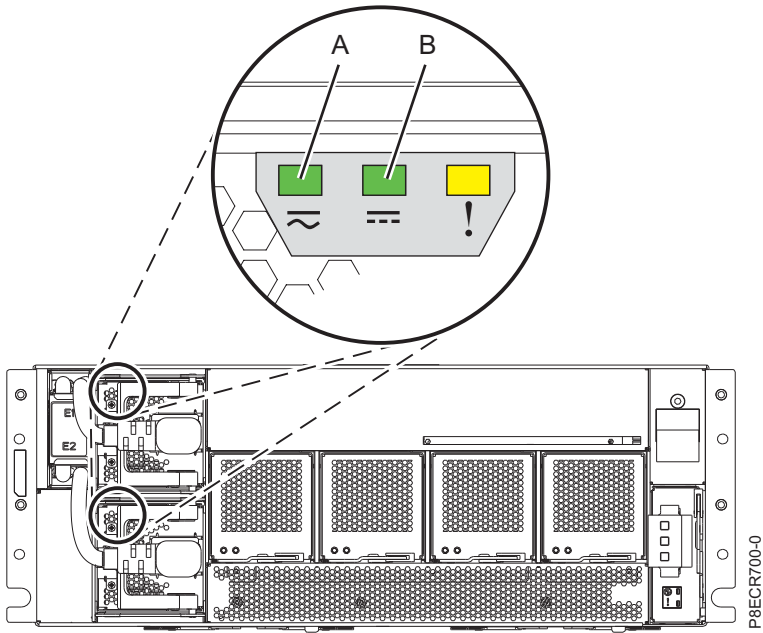

Figura 9. Verificación de que los LED de fuente de alimentación estén encendidos
2. Asegúrese de que los LED de entrada de CA (A) de las fuentes de alimentación estén encendidos. Consulte Figura 9 en la página 10.